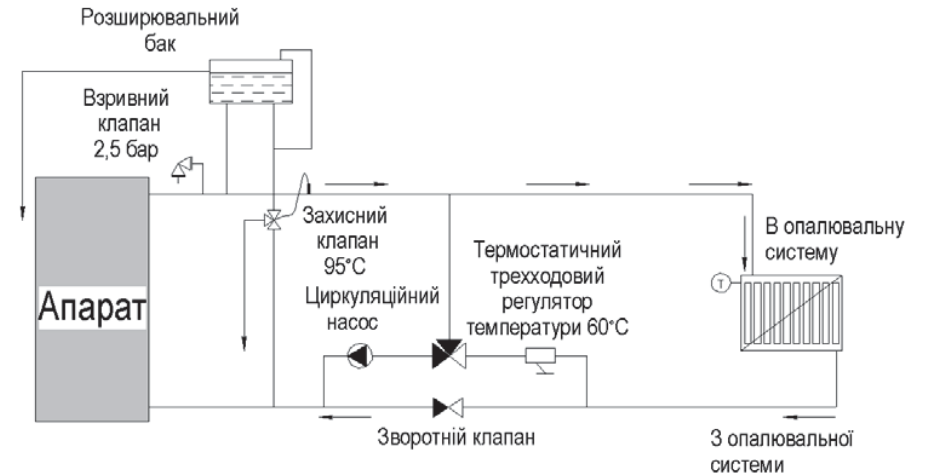

Рис. 4. Рекомендована схема приєднання апарата до відкритої системи опалення
- вентилятор, за допомогою чотирьох шайб і болтів, прикріпити до фланця, який знаходиться на задній стінці корпусу див. рис.4
2.2.2.2.6 Схема під'єднання апарата до системи опалення приведена на рис. 4 і рис.5.